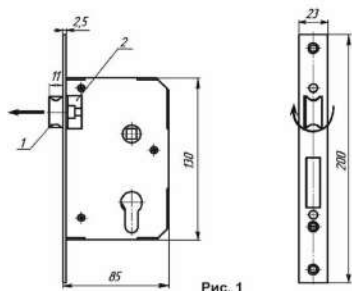
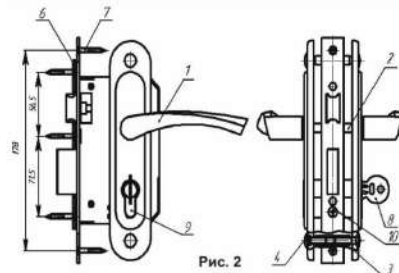

Рис. 1
Рис. 2
3. Фиксация защелки убирается ручкой замка (рис.2 поз.1), а также с помощью ключа, повернув его по часовой стрелке в крайнее положение.
3. Замок устанавливается на двери, как с левосторонним, так и с правосторонним открыванием перестановкой защелки (рис.1 поз.1) и ручек (рис.2 поз.1).
2. При установке цилиндрического механизма задвиньте защелку (рис. 1 поз.1), вставьте цилиндрический механизм и закрепите его винтом крепления.